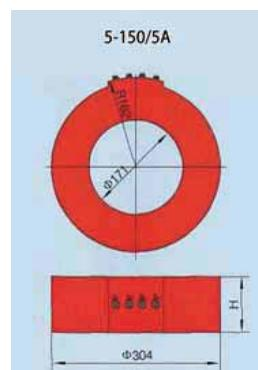

Рис. 6.1 Внешний вид и размеры трансформатора тока LMZH-126
6. Внешний вид и размеры (см. рис. 6.1)